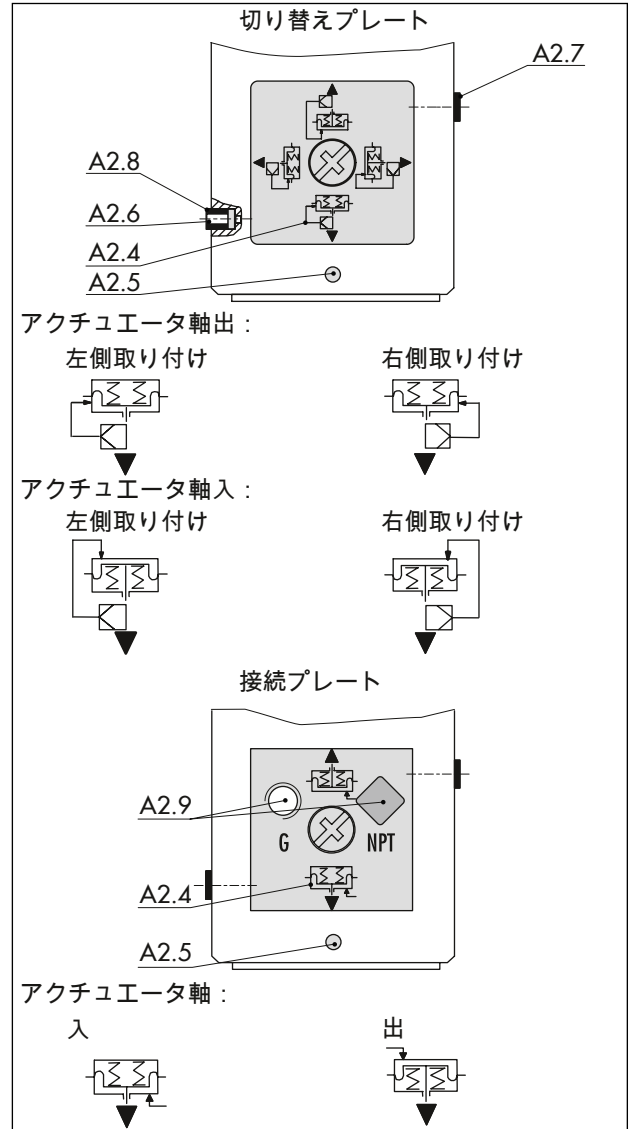

図 15: タイプ 3277-5 での切り替えプレートとコネクティングプレート
- ⇒ 切り替えプレートを回して、シンボル（A2.4）がフェールセーフ動作と取り付け側のマーキング（A2.5）に合うように調整します。図 15 をご覧ください。
- ⇒ コネクティングプレートを回して、シンボル（A2.4）がフェールセーフ動作とマーキング（A2.5）に合うように調整します。図 15 をご覧ください。